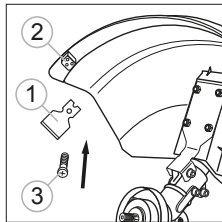

рис. 8
1. Установите нож на защитный кожух (рис. 8).